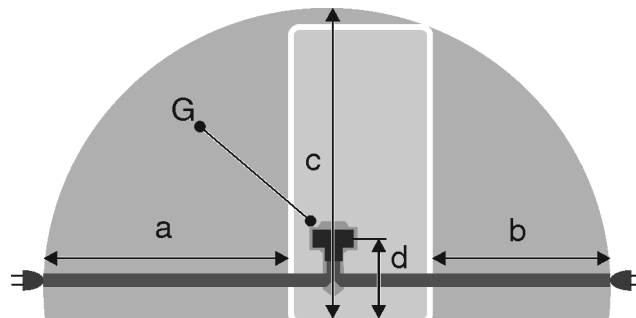

Fig. 27
- Zásuvka leží mimo oblast zadní stěny spotřebiče v dané oblasti *Fig. 27 (a, b, c)*.
- Zástrčku spotřebiče *Fig. 27 (G)* zastrčte na zadní straně spotřebiče. Dávejte pozor na správné zaklesnutí.